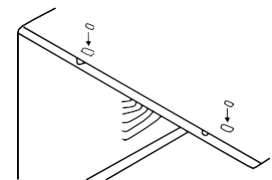

Figura 6
9. Agregue dos insertos de goma en los orificios de la parte superior del bastidor, donde estaban los tornillos instalados de fábrica que extrajo (consulte la Figura 6)
1. Coloque la junta de goma en el ángulo superior sobre los orificios, como se muestra en la Figura 6.